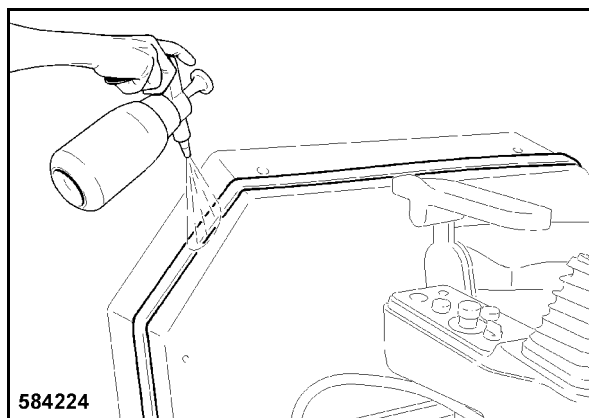

Fig. 238
- Rociar la cinta de obturación con agua jabonosa (Fig. 238) para facilitar el deslizamiento de la cabina sobre el puesto del conductor durante el montaje.